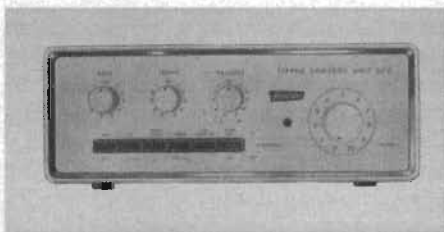

Fig 10
*Firma Artur Rydin* har tagit upp förstärkare från de engelska företagen *Radford Electronics Ltd.* och *Armstrong Audio Ltd.* på sitt försäljningsprogram. Radford Electronics Ltd. tillverkar separata förförstärkare och effektförstärkare. I fig. 10 visas Radfords förstärkare typ SC2, som är utrustad med fyra ingångar. Nålmikrofoningången är korrigerad enligt RIAA-kurvan. Förförstärkarens frekvensområde är 20—20 000 Hz  $\pm$  1 dB. Distorsionen är mindre än 0,05 % vid 1000 Hz. Förstärkarens bas- och diskantkontroller har ett regleringsområde av endast  $\pm$  10 dB vid 70 resp. 10 000 Hz. Av ytterligare utrustningsdetaljer kan nämnas buller- och brusfilter. Priset för SC2 är ca 700:—.